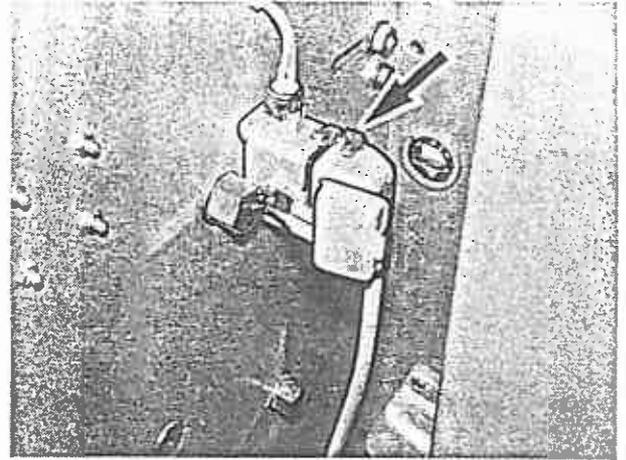

Bild 6
7. Stecker der elektrischen Leitungen an die Steckdose anschließen (Bild 6/Pfeil).